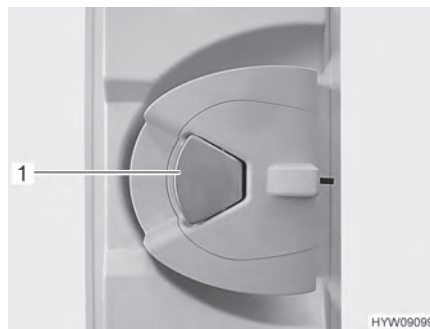

Bild 33 Dörrlås (ingångsdörr insida)
**Öppna:** ■ Om dörrlåset är låst: Dra en gång i dörrhandtaget (Bild 33,1). Dörren är upplåst.
■ Drag i dörrhandtaget (Bild 33,1). Dörren är öppen.
**Låsa:** ■ Tryck ned dörrhandtaget (Bild 33,1).